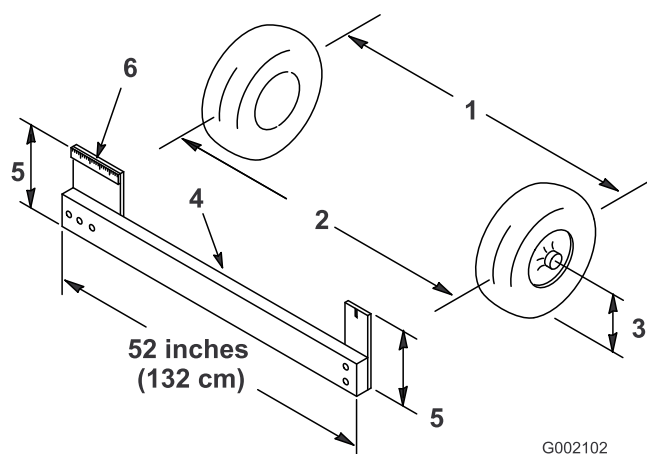

Figura 42
2. Meça a distância entre os pneus dianteiros à altura do eixo na zona dianteira e traseira dos pneus dianteiros (Figura 42). É preciso um objecto imóvel ou um medidor de alinhamento para a medição traseira dos pneus dianteiros à altura do eixo. Utilize o mesmo objecto ou medidor de alinhamento para obter uma medição precisa da dianteira dos pneus dianteiros à altura do eixo (Figura 42).